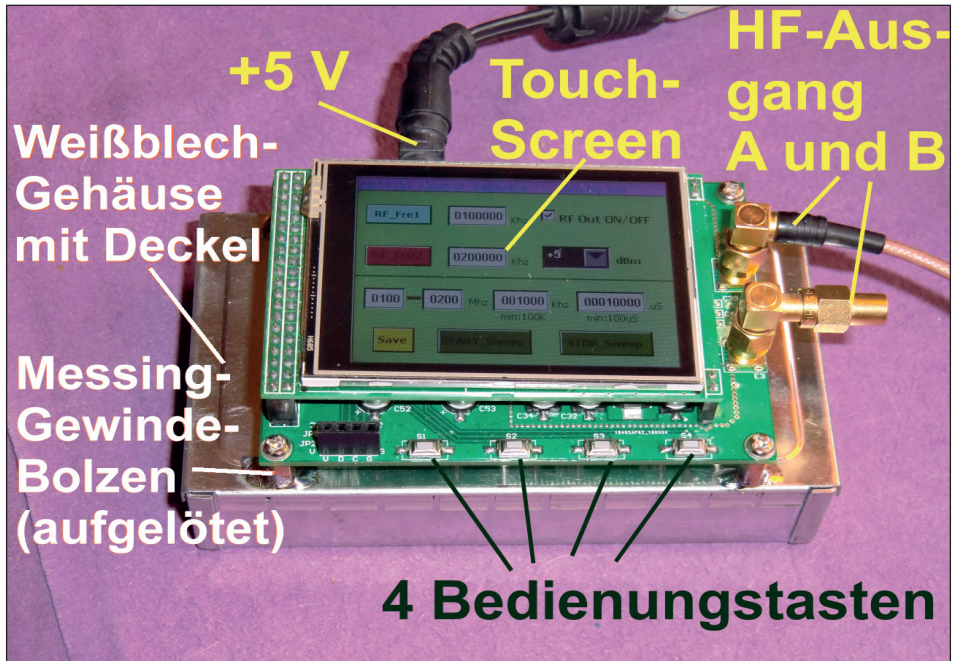

Bild 2: Das ist die interessantere Version mit Touchscreen und Tastenbedienung; hier dient ein Weissblechgehäuse als Fundament (siehe Text)
b. Weiterhin gibt es ein hübsches Spielzeug in Form eines Moduls (**Bild 2**), mit dem sich schon nach dem Auspacken gleich etwas anfangen lässt und das vom Preis her zwischen 45 und 65 Euro geliefert wird.
In Bild 2 ist außerdem zu sehen, wie man sich daraus eine praktische Version für den Arbeitsplatz zusammenbauen kann. Ich habe es über die mitgelieferten vier Gewindebolzen auf einem handelsüblichen Weißblech-Gehäuse befestigt. So sind nicht nur die Bedienelemente gut zugänglich und das doch recht gewichtige Blechgehäuse sorgt für einen sicheren Stand auf dem Tisch. Auch die